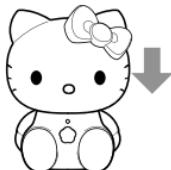

Рис. 3
4. Плотно установите обратно распылитель (рис. 3).